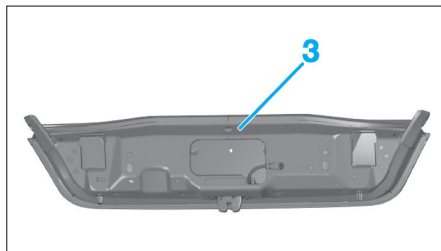

Fig. 143
- Déposer le couvercle inférieur de coffre (3) (Fig.143).